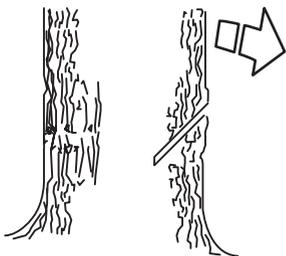

Рисунок 12 — Верхний пропил
• Чтобы сделать направляющую зарубку, необходимо вначале сделать верхний пропил. Пользуясь нижней кромкой направляющей шины (ведущей частью пильной цепи), сделайте пропил сверху вниз под углом примерно 45 градусов и под прямым углом (см. рис. 12) к выбранному направлению падения.